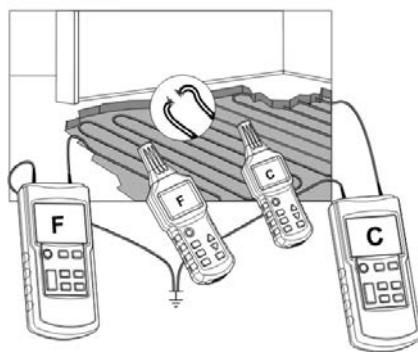

Fig. 13b
- Anslut de två sändarna (om två sändare används) som det visas i fig. 13b.